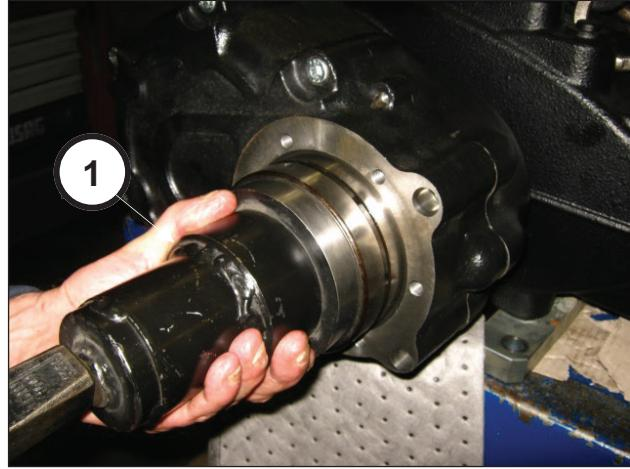
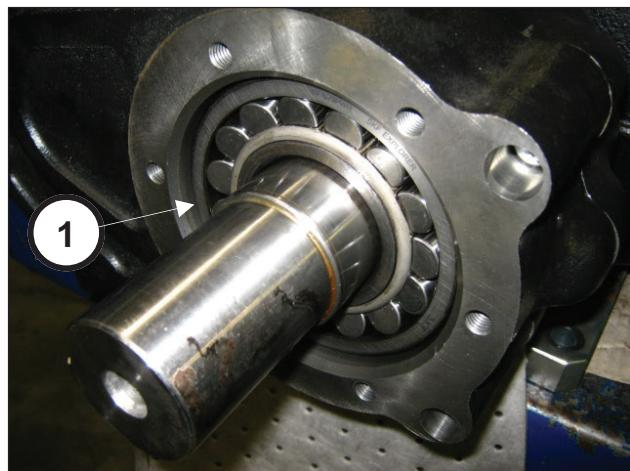

Abb. 75
Abb. 76
Bringen Sie mit dem Werkzeug Art. 27887000 (Pos. ①, Abb. 75) das Lager bis auf Anschlag (Pos. ①, Abb. 76).